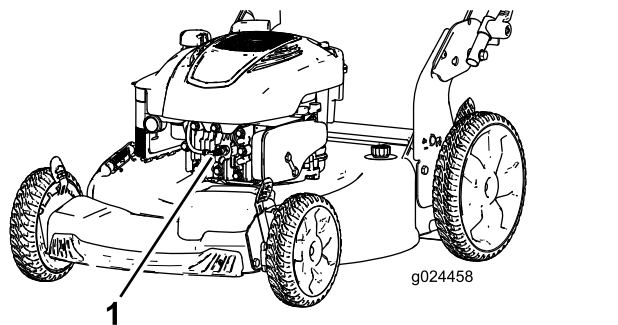

図 20
2. 整備などの前には、必ず点火プラグコードを外す 図 20。